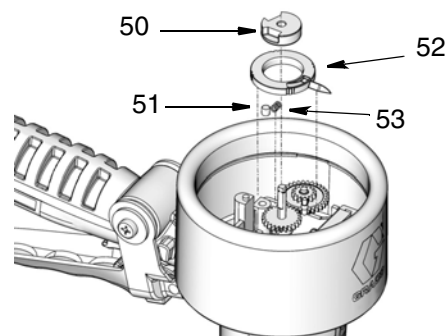

Рис. 16
4. Используйте торцевой гаечный ключ, чтобы выкрутить зажимный винт заглушки. Извлеките заглушку (50), штифт (51), пружину (53) и нижний указатель (52) (Рис. 16).